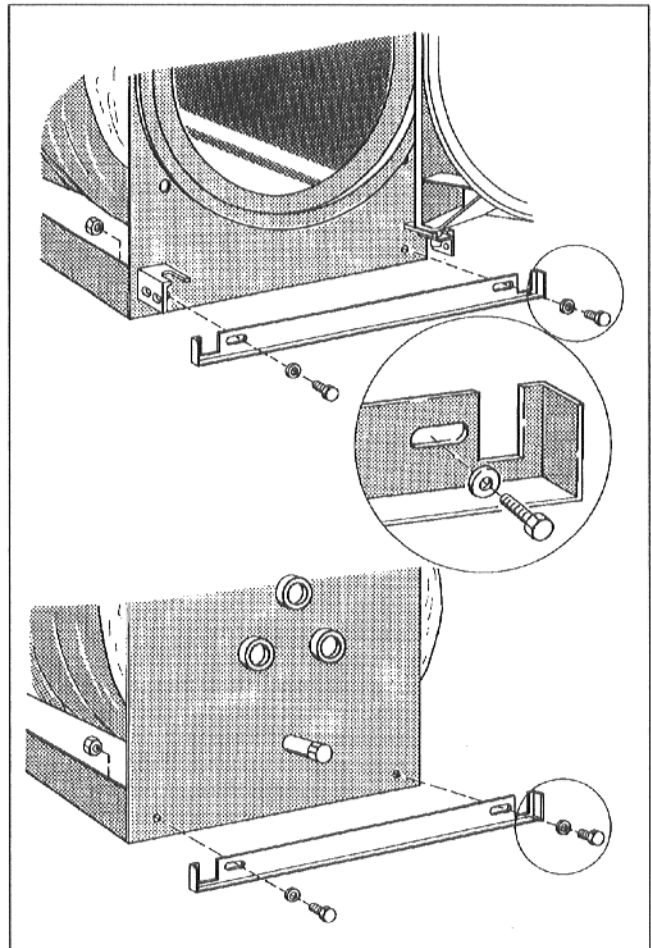

Рис. 8
- Привинтить траверсы внизу, спереди и сзади к передней стенке котла, используя по 2 комплекта винтов с шестигранной головкой, шайб и гаек (Рис. 8).